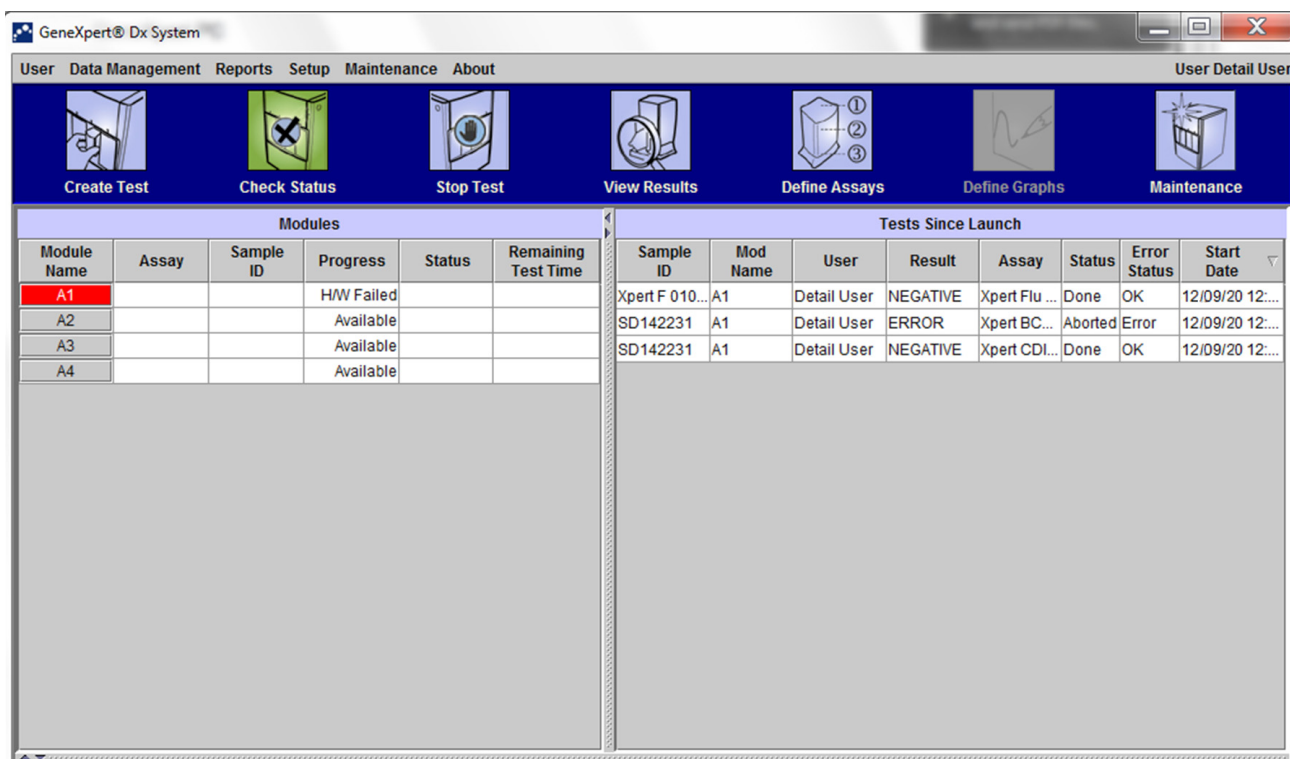
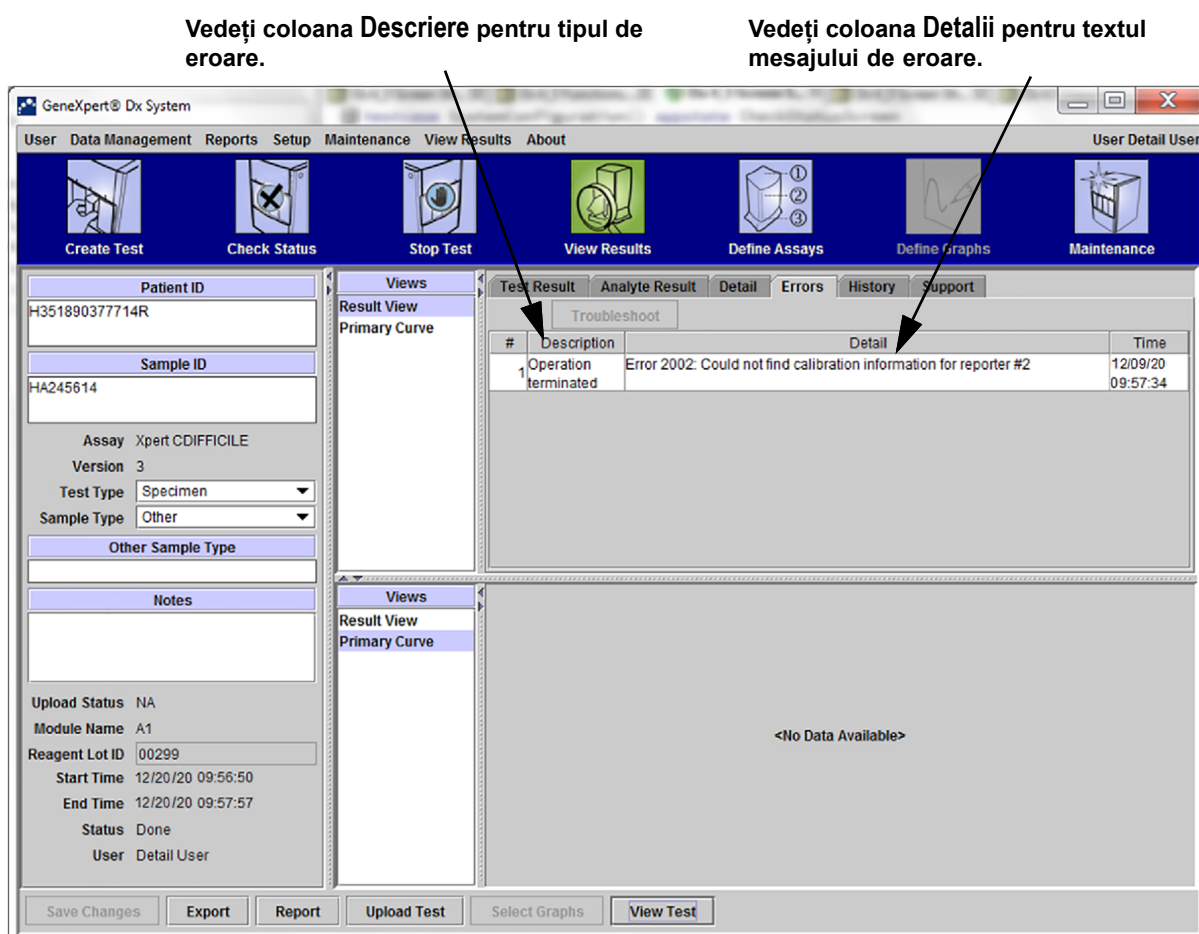

Figura 9-40. Sistemul GeneXpert Dx - Fereastra Verificare stare
Figura 9-41. Sistemul GeneXpert Dx - Fereastra Vizualizare rezultate - fila Erori (vizualizarea utilizatorilor Detalii și Administrator)
- **Secțiunea 9.19.2.5, Erori ale analizei ulterioare rulării** - Erori care apar în timpul procesului de reducere a datelor. Puteți vizualiza toate erorile în fereastra Verificare stare (Check Status) (consultați Figura 9-40). Detaliile pentru erorile specifice testului sunt afișate și în fila **Erori (Errors)** din fereastra Vizualizare rezultate (View Results) (consultați Figura 9-41).
Tabelul 9-3 afișează erorile care pot apărea în timpul unui test care nu este abandonat. Deși sistemul a reușit să finalizeze testul și să salveze rezultatele, au apărut unele erori necritice, care necesită atenție. Aceste mesaje de eroare apar în fereastra Vizualizare rezultate (View Results) (consultați Figura 9-41). Pentru a contacta Asistența tehnică Cepheid, consultați secțiunea Asistență tehnică din Prefață pentru informațiile de contact.
Tabelul 9-4 afișează erorile care pot apărea când este abandonat un test. Mesajele de eroare de la încheierea operațiunii apar în fereastra Vizualizare rezultate (View Results). Consultați **Figura 9-41**. Pentru a contacta Asistența tehnică Cepheid, consultați secțiunea **Asistență tehnică** din **Prefață** pentru informațiile de contact.
Tabelul 9-5 afișează erorile care pot apărea în timpul procesului de încărcare a cartușului. Mesajele de eroare pentru încărcarea cartușului apar în fereastra Verificare stare (Check Status). Consultați Figura 9-40.
Tabelul 9-6 afișează erorile care pot apărea în timpul procesului de autotestare. Mesajele de eroare pentru autotestare apar în fereastra Verificare stare (Check Status). Consultați Figura 9-40. Pentru a contacta Asistența tehnică Cepheid, consultați secțiunea Asistență tehnică din Prefață pentru informațiile de contact.